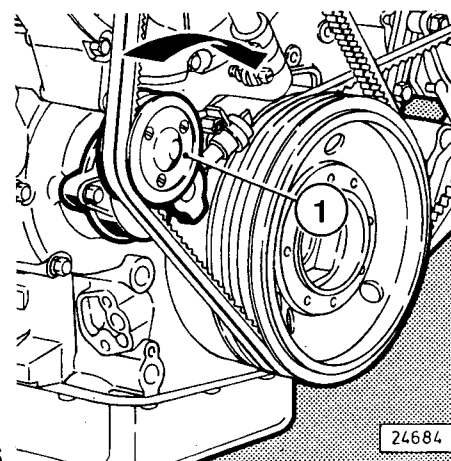

Fig. 46
- Spannrolle 1 (Fig. 46) kräftig nach innen drücken.
Außer Kühlgebläseantrieb mit automatischer Spannrolle 1 (Fig. 46).